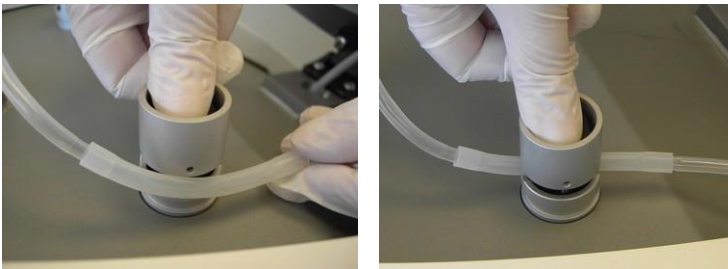

Figure 3-64. Insertion de l'insert épais du tuyau d'extraction dans le logement de l'électrovanne gauche
20. Poussez (et maintenez) l'électrovanne tout en insérant l'épais insert du tuyau d'extraction à côté de l'électrovanne gauche du système, comme illustré à la Figure 3-64.